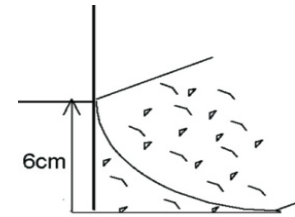

Fig. 4
6. Sandvall på insidan av poolen (Fig. 4)